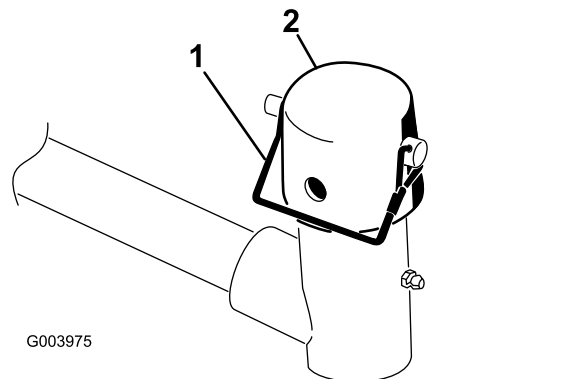

Bild 9
9. Nehmen Sie den Einraststift und die Kappe vom Gelenkjoch des Hubarms ab (**Bild 9**).
Hinweis: Verwenden Sie den Schlitz, wenn Sie das Mähwerk lenken möchten, oder das Loch, wenn Sie das Mähwerk arretieren möchten (Bild 9).